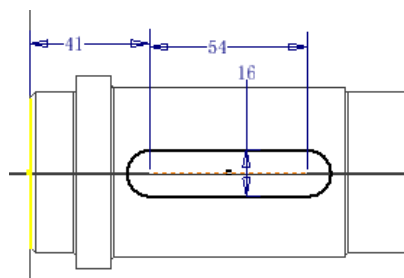

图 7-9 为草图图形标注尺寸
②在新建的工作平面上单击右键，在打开菜单中选择【新建草图】选项，则在工作平面上新建草图，进入草图环境中，单击【草图】标签栏【绘图】面板的【槽】工具按钮，绘制键槽形状。为了便于观察，在工具栏中将模型的显示方式设置为【线框显示】。选择【尺寸】工具，为图形添加如图 7-9 所示的尺寸约束。